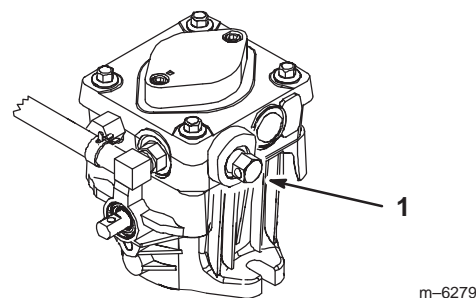

Figure 25
2. Tournez les vannes de dérivation d'un tour dans le sens anti-horaire pour pousser la machine. Cela permet au liquide hydraulique de contourner la pompe et aux roues de tourner (Fig. 25).
1. Tournez les vannes de dérivation une fois dans le sens horaire pour utiliser la machine (Fig. 25).